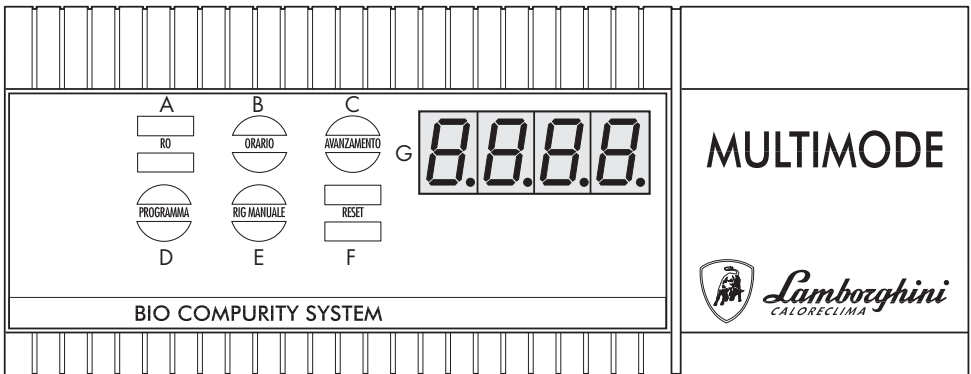

Fig. 3
Lo primero que hay que hacer es introducir el alimentador a 12 V en la toma de corriente; el display (Pos.G Fig.3) indicará tres funciones distintas del programa base:
En el display se visualiza fase por fase el tiempo de regeneración; para interrumpir la regeneración es suficiente presionar la tecla F "RESET" (véase Fig.3 pág.106); de esta manera el aparato vuelve a la posición de servicio.
- **Prueba de ensayo:** para hacer la prueba de ensayo test hay que presionar la tecla E "REG.MANUAL" (véase Fig.3 pág.106); luego paso a paso se visualizará en el display lo siguiente: